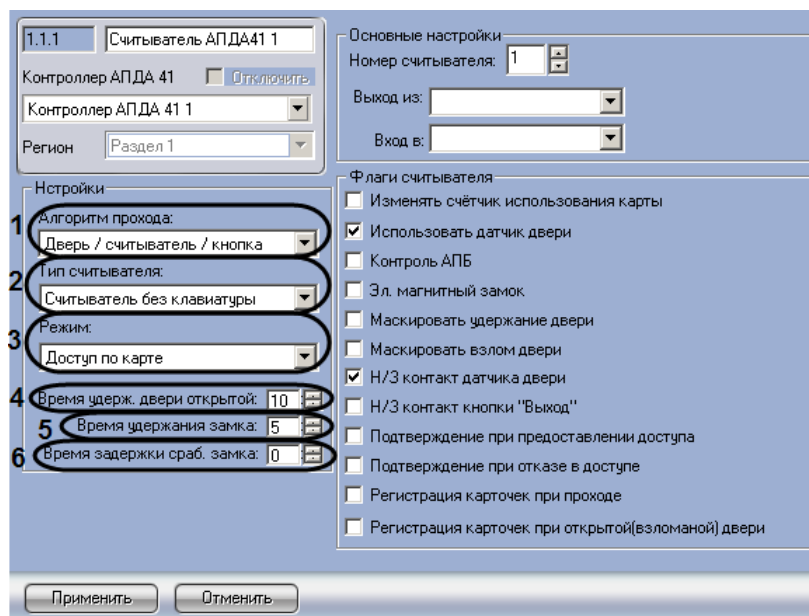

Рис. 3.6—3 Настройка работы считывателя
1. Перейти на панель настройки объекта **Считыватель АПДА21** или **Считыватель АПДА41** (Рис. 3.6—3).
2. Из раскрывающегося списка **Алгоритм прохода:** выбрать конфигурацию точки доступа, оборудованной данным считывателем (см. Рис. 3.6—3, 1).
3. Из раскрывающегося списка **Тип считывателя:** выбрать тип установленного считывателя (см. Рис. 3.6—3, 2).
4. Из раскрывающегося списка **Режим:** выбрать требуемый режим работы считывателя (см. Рис. 3.6—3, 3).